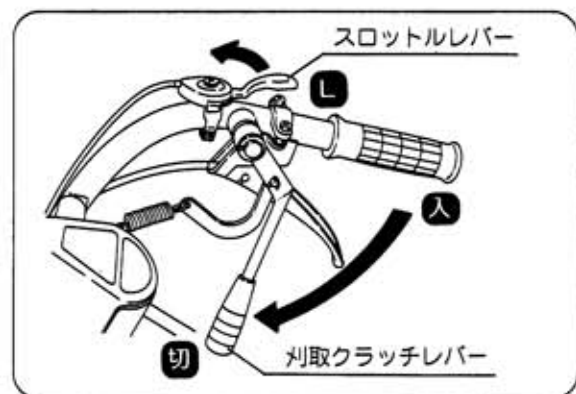

図9
- ② 刈取クラッチレバーを「切」位置にします。(図9)
- ③ スロットルレバーを「L」位置に戻しエンジン回転を下げます。(図9)